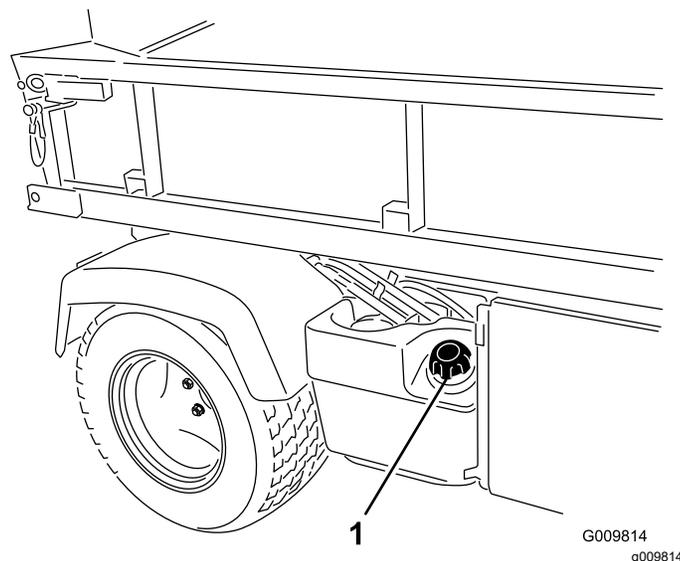

Рисунок 13
2. Снимите крышку топливного бака (Рисунок 13).